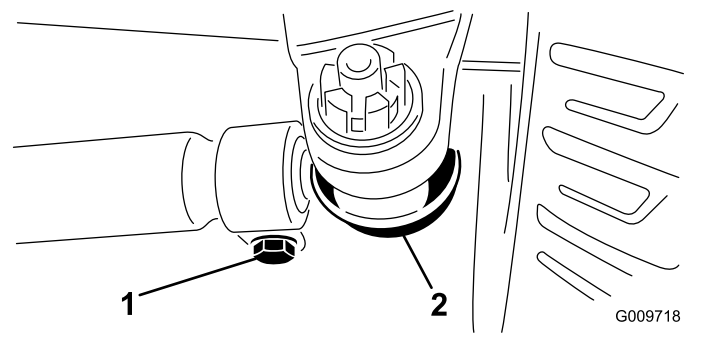

Figura 76
3. Chcete-li provést seřízení, vyjměte závlačku a matici z jednoho kulového kloubu spojovací tyče (Figura 76). Demontujte kulový kloub spojovací tyče z podpěry skříně nápravy.
4. Povolte svorky na obou koncích spojovacích tyčí (Figura 76).